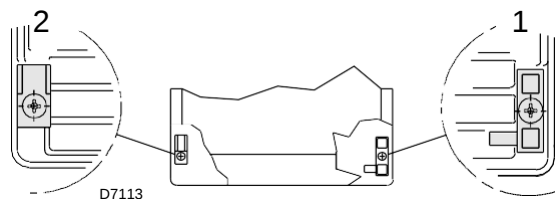

Рис. 17
Кабели электропитания газовой рампы могут быть подведены с правой или с левой стороны горелки (Рис. 17). В зависимости от выбранной стороны подвода, может потребоваться поменять местами кабельный зажим со штуцером для замера давления (1) и обычный кабельный зажим (2). Следовательно, вам необходимо убедиться:
- ☐ что кабельный зажим (1) установлен правильно;